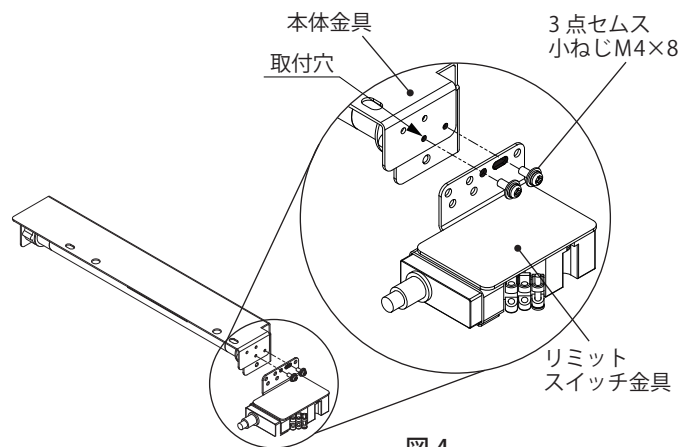

図4
1. リミットスイッチ金具にある3点セムス小ねじ M4×8(2か所)を取り外してください。(図4)
2. 本体金具とリミットスイッチ金具を3点セムス小ねじ M4×8(2か所)にて取り付けてください。(図4)